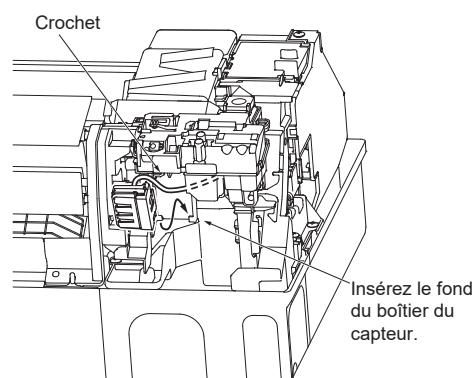

Fig. 3
(4) Insérez le capteur de réfrigérant dans le sens de la flèche et fixez-le avec le crochet. (Fig. 3)